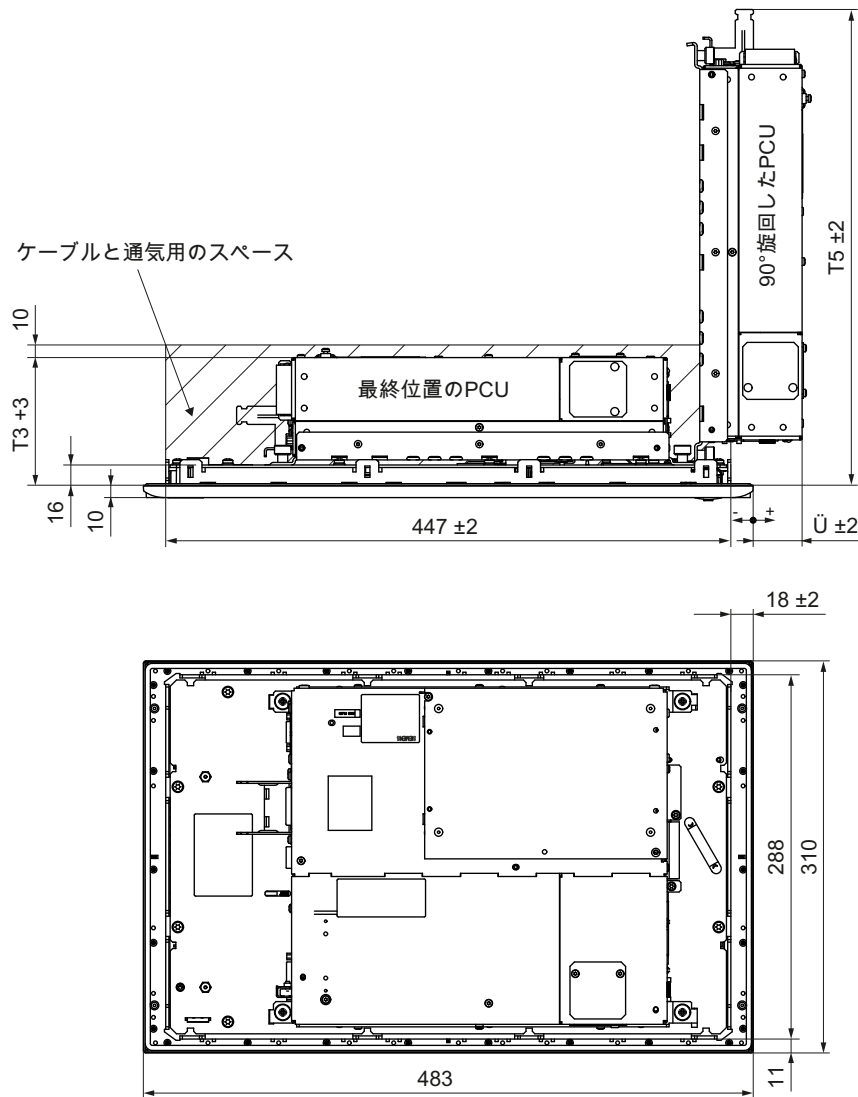

図 2-4 PCU 付き OP 010 の取り付けの寸法図
1. 組み立てられたコンポーネント(操作パネルと PCU)を前面からパネル抜き穴に挿入します(図 2-4 PCU 付き OP 010 の取り付けの寸法図 (ページ 37)を参照してください)。